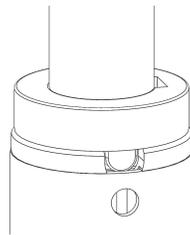

Figura 29 – Bloquear o suporte da botija de oxigênio
2. Rode e bloqueie o suporte da botija de oxigênio na manga para acessórios (Figura 29).